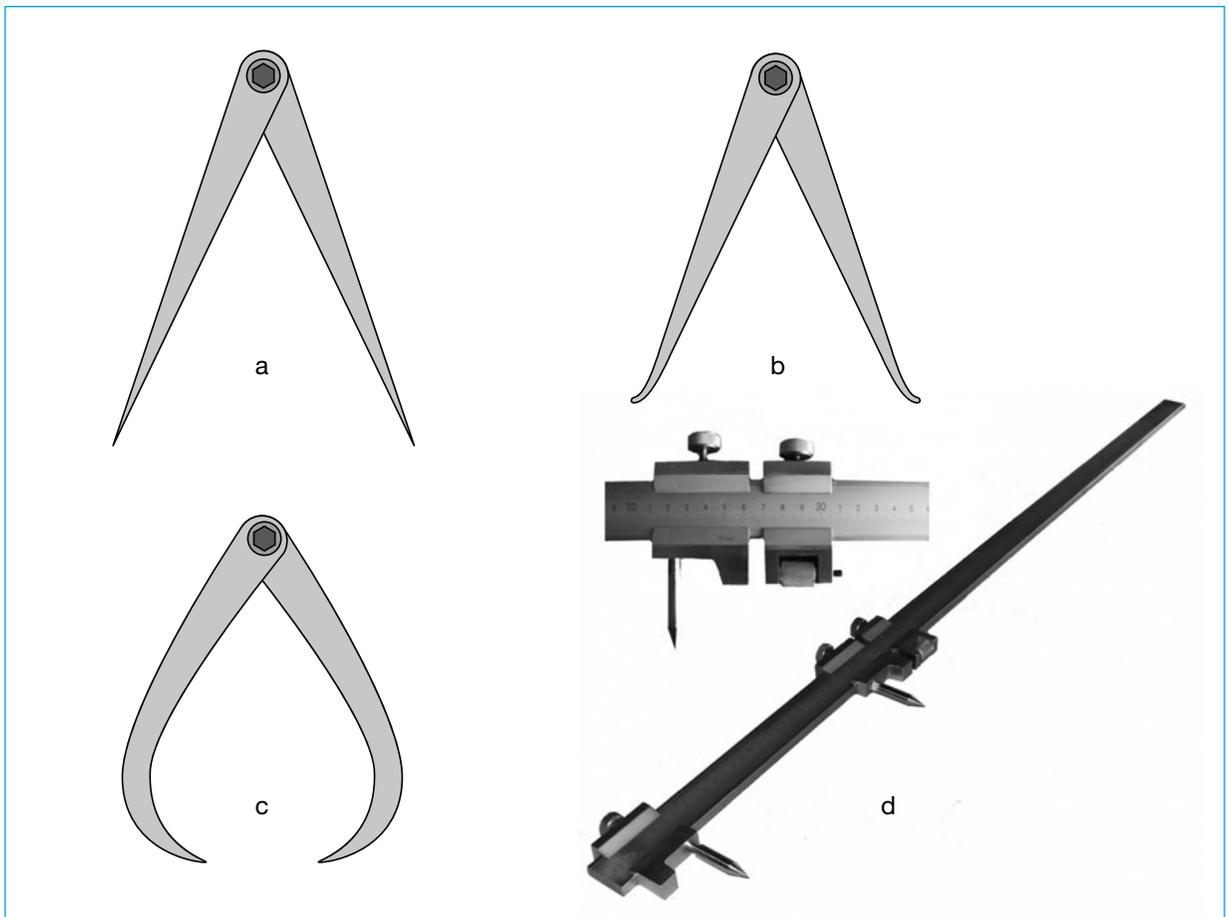

FIGURA 8. Compassi a) a punte, b) per interni, c) per esterni d) ad aste.
- **compassi**, quando per esempio, per la particolare forma del pezzo non è possibile usare la riga millimetrata; possono essere *a punte* (FIGURA 8.a) per descrivere cerchi e rilevare distanze su superfici piane o *per interni* (FIGURA 8.b), per rilevare la distanza tra due punti di una superficie concava, o *per esterni* (FIGURA 8.c) per rilevare la distanza tra due punti di una superficie convessa, o ad *aste* (FIGURA 8.d) per la rilevazione di grandi quote;